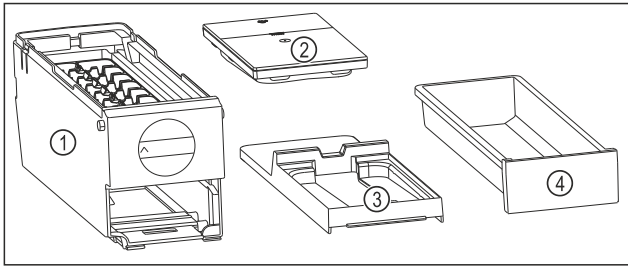

Fig. 80 Komponenter i EasyTwist-Ice
- EasyTwist-Ice er delt inn i fire deler. (se Fig. 80)
- ▶ Demonter kun delene til EasyTwist-Ice som er angitt på bildet. (se Fig. 80)
- ▶ Hoveddelen til EasyTwist-Ice Fig. 80 (1) rengjøres som en del.